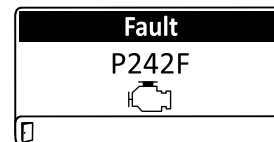

Рисунок 49
- Предупреждение по двигателю (Рисунок 49)